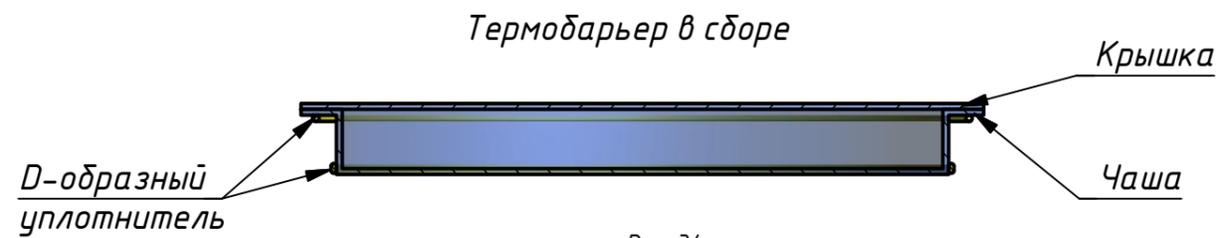

Рис. 34
5.1. Стропила в месте установки световода усилить брусками на расстоянии, равном размеру короба (рис.34)
5.2. В полученное отверстие вставить короб, собранный по пунктам 4.1.1-4.1.5, либо по пунктам 4.2.1-4.2.6 настоящего руководства. Полученную конструкцию "короб-стропила" зафиксировать уголками металлическими. Закреплять короб следует в углах, где проходит металлическая основа короба - уголки (рис.34).
1. Термобарьер в сборе состоит из чаши, крышки и двух D-образных уплотнителей (рис. 34). В южных районах установка крышки не требуется.